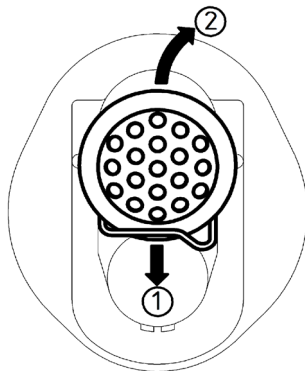

Рис. 7
1. Опустіть фіксатор мембрани донизу (рис. 7, поз. 1).
2. Витягніть переговорну мембрану, потягнувши її на себе (рис. 7, поз. 2).